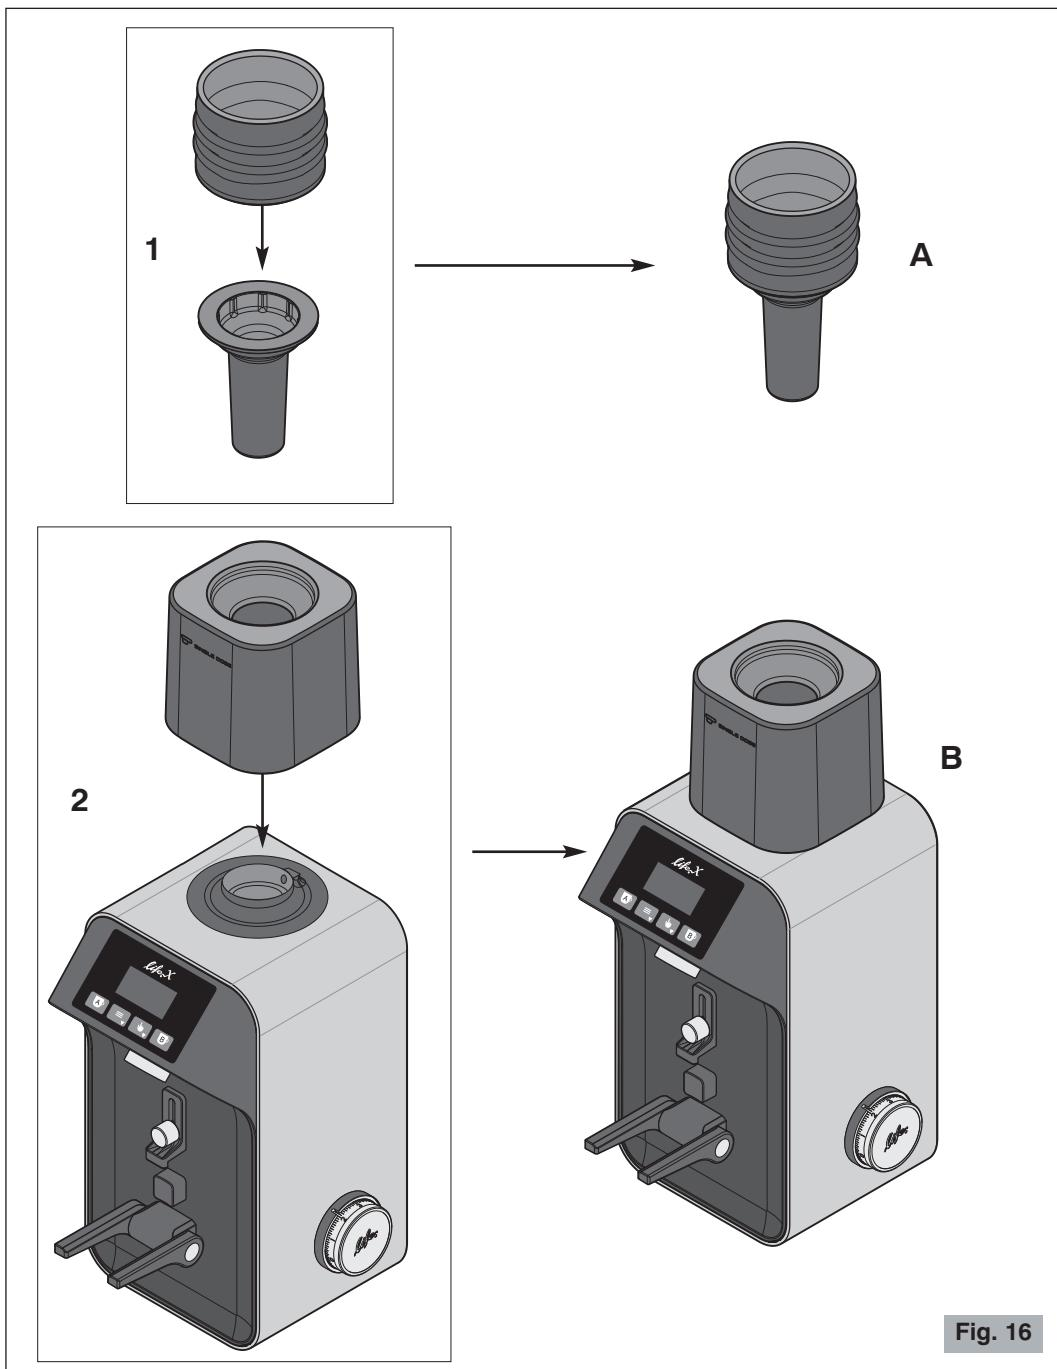

Fig. 16
5. Insérer le soufflet dans le pousse-grains (point 1 de la Fig. 16).
6. Positionner le support du kit dans son logement (point 2 de la Fig. 16).
- 4** Insérer l'ensemble soufflet-pousse-grains (A Fig. 16) dans la bouche d'entrée du support en le laissant reposer sur les grains de café (Fig. 16a).
**⚠ Ne jamais opérer sans la cloche fixée par la vis appropriée (6a, Détail A Fig. 3) ou sans avoir positionné le support du kit dose unique (point 2 Fig. 16).**